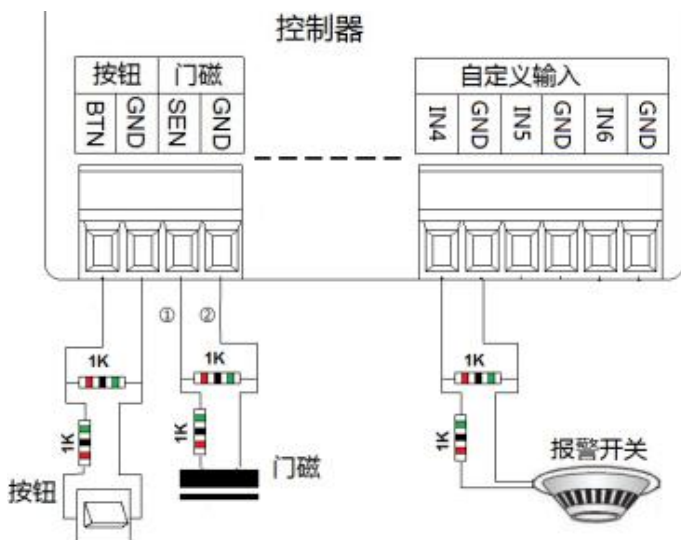

图 6: 四态检测接线示意图
四态就是断开、闭合、短路、断路 4 种状态。设备可以检测门磁、按钮、自定义输入（如报警输入）的这 4 种状态。断开、闭合就是门磁、按钮、自定义输入的正常开关状态，短路就是下图①②位置线连通，断路就是①或②位置的线断开，如图 6 所示：
注：此功能要在门磁、按钮、报警设备处加 2 个 1K 的电阻，接线方式如图 6 所示。